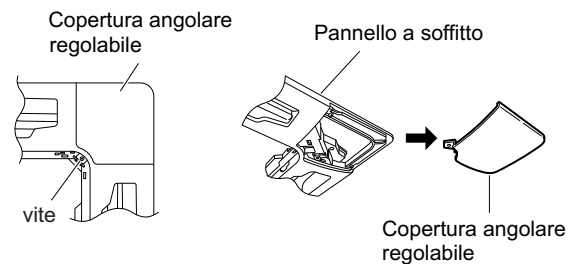
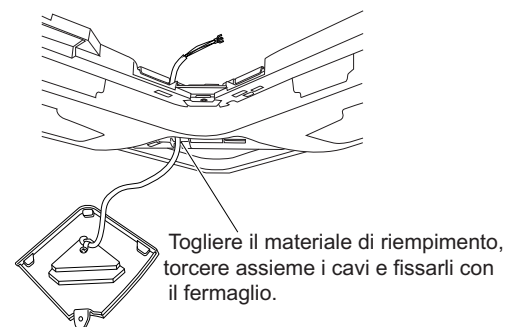

Fig. 3-2
Fig. 3-3
- (1) Togliere la griglia d'ingresso.
- (2) Togliere le viti che fissano la copertura regolabile e farla scorrere su un lato per estrarla. (Fig. 3-2)
- (3) Il foro quadrato usato per il cablaggio del pannello è riempito con materiale isolante
*Togliere il materiale e far passare i cavi dal ricevitore attraverso la griglia. Torcere i cavi insieme e fissarli con la vite, quindi rimettere il materiale di riempimento nel foro. (Fig. 3-3) per evitare che si formi della condensa sui cavi.
- (4) Dopo aver completato il cablaggio, torcere i cavi insieme e fissarli con un fermaglio, lasciando una lunghezza sufficiente a consentire la rimozione della copertura regolabile. (Fig. 3-3)